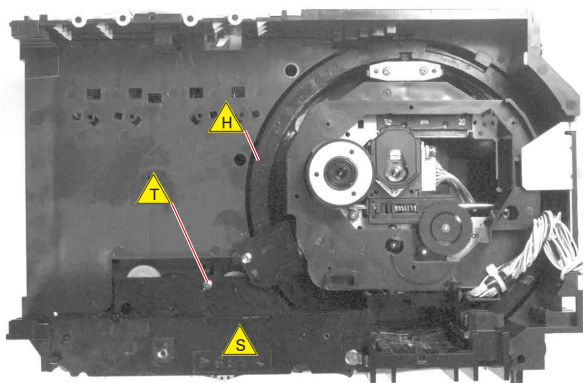

Fig. 14
- 3 Schrauben  (Fig. 14/15) herausschrauben.
- Undo 3 screws  (Fig. 14/15).